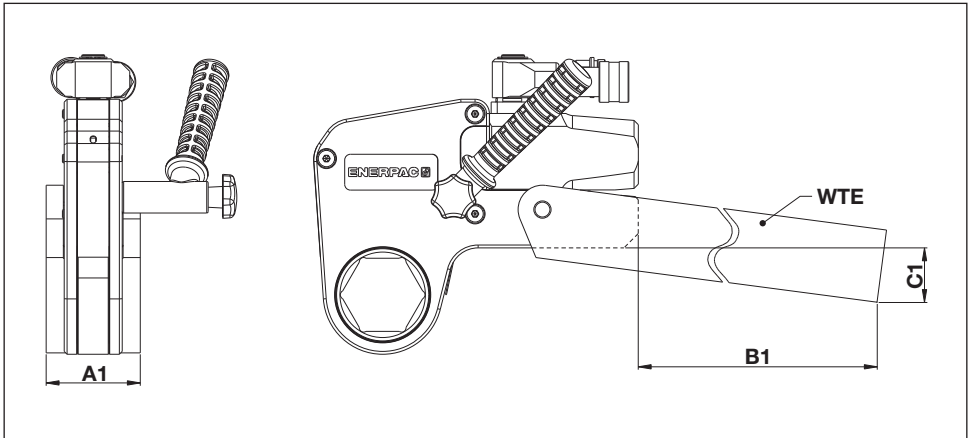

Abb. 23
6.1.1 Abmessungen, Verlängerung des Abstützarms der WTE-Serie (Abb. 23)